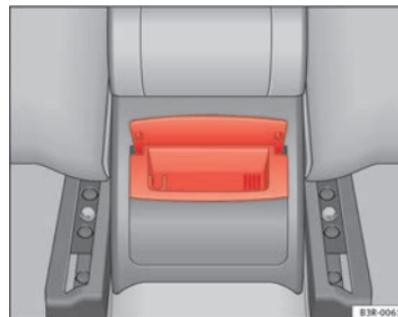

Abb. 134 Aschenbecher
- Fassen Sie das Gehäuse am geöffneten Deckel an ⇒ Abb. 134 und ziehen Sie es nach oben heraus. ▶